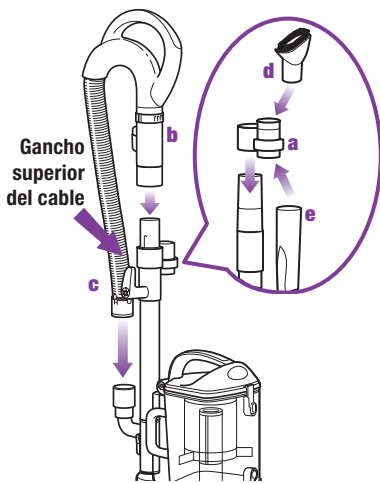

Fig. 10
- 4 Deslice el soporte de los accesorios (a) del lado opuesto al gancho superior del cable, sobre el tubo de extensión. Alinee la pestaña con la ranura y empuje hacia abajo. (Fig. 10)
- 5 Empuje el mango (b) sobre la parte de arriba del tubo de extensión hasta que se traben en su lugar. (Fig. 10)
- 6 Inserte el extremo de la manguera extensible (c) en el conector de la parte de atrás de la aspiradora compacta. (Fig. 10)
- 7 Guarde el cepillo limpiador (d) y el accesorio esquinero (e) en el soporte para accesorios. (Fig. 10)